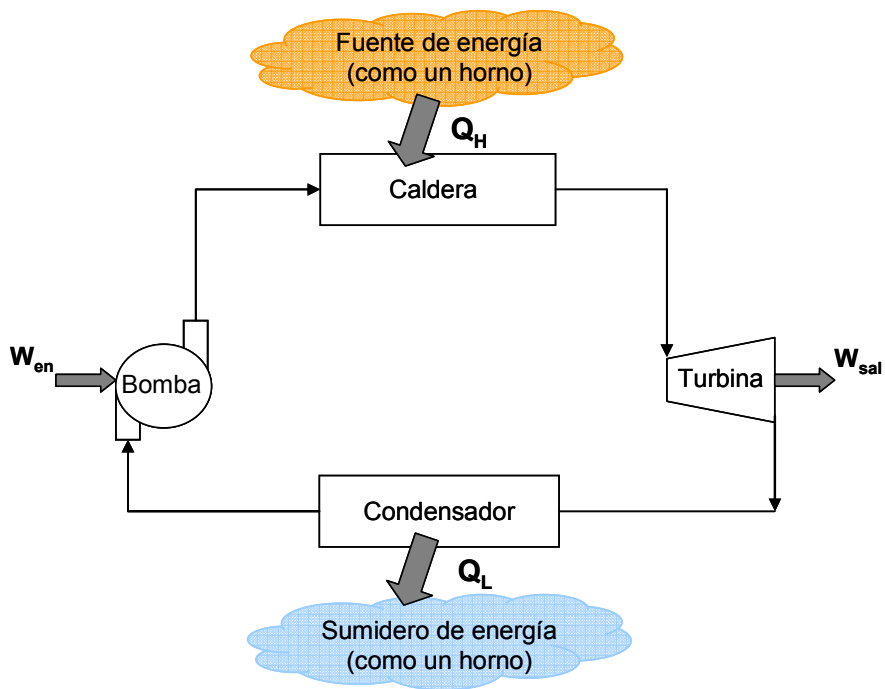

Figura 5. Central eléctrica de vapor
El dispositivo productor de trabajo que mejor se ajusta a la definición de máquina térmica es la *Central Eléctrica de Vapor*, que es una máquina de combustión externa (Ver Figura 5), donde el fluido de trabajo (vapor de agua) regresa periódicamente a su estado original. En esta planta, el ciclo (en su forma más sencilla) tiene las siguientes etapas:
Una central eléctrica de vapor, idéntica a la descrita en la Figura 5 trabaja a las siguientes condiciones:
3. Para dibujar el diagrama descrito en la Figura 5 busque en la pestaña heat exchangers el equipo cuyo modelo se llama heater. Selecciónelo y en el espacio en blanco haga click.